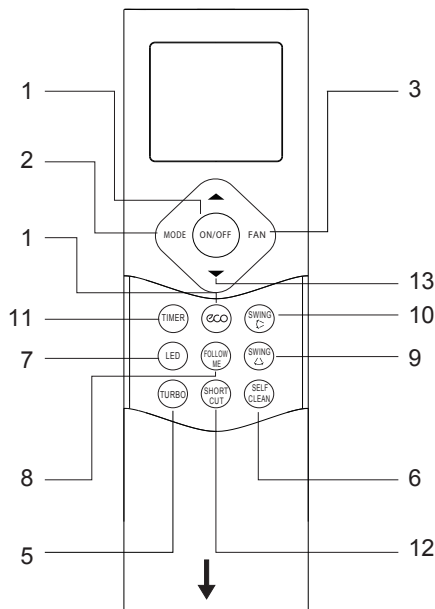

fig. 1 -
La télécommande ("fig. 1 -") se compose d'une série de touches et d'un écran indiquant toutes les fonctions actives et les divers paramètres nécessaires à l'utilisation correcte de l'appareil par l'utilisateur et l'installateur.
- Fonctionnement SWING** (non affiché sur l'écran de la télécommande, l'écran de l'unité intérieure affiche « ON » pendant 3 secondes lorsque la fonction, « OF » pendant 3 secondes pour désactiver la fonction). En appuyant sur le bouton « SWING », vous activez le mouvement automatique du déflecteur. Maintenez enfoncé le bouton «SWING» ( partie 9 "fig. 1 -") pour activer le mouvement automatique du volet. Appuyez une fois sur le bouton «SWING» ( (partie. 9 "fig. 1 -") pour régler la position du volet de 6 °.
- Verrouillage des touches. Appuyer simultanément sur les boutons «TURBO»(partie. 5 "fig. 1 -") et «SELF CLEAN»(partie. 6 "fig. 1 -") pendant une seconde active / désactive le verrouillage du clavier de la télécommande.
- Fonction de raccourci. Mémorise les réglages actuels et permet de les rappeler rapidement. Appuyez sur le bouton «SHORTCUT» (partie. 12 "fig. 1 -") pendant 2 secondes pour enregistrer les paramètres actuels. Appuyez sur le bouton «SHORTCUT»(partie. 12 "fig. 1 -") pour rappeler les paramètres enregistrés.